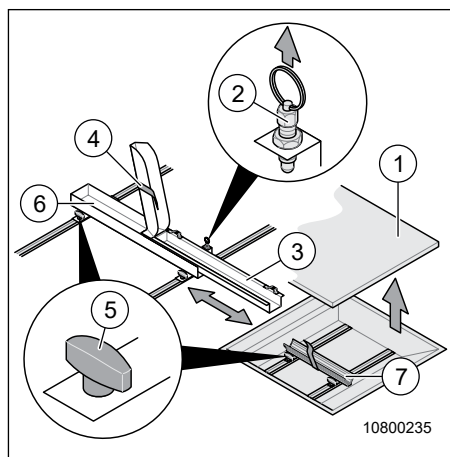

Fig. 3 Préparer le support pour vélo électrique
6. Retirer la tablette intermédiaire (Fig. 3, pos 1) et la ranger de façon sûre.
7. Vérifier si le support du dispositif coulissant (Fig. 3, Pos. 6) est aligné avec le rail de support (Fig. 3, Pos. 7).
Si nécessaire, ouvrir les poignées tournantes (Fig. 3, Pos. 5) du système coulissant et déplacer les rails de support.
8. Tirer le levier de verrouillage (Fig. 3, Pos. 2) du support du dispositif coulissant vers le haut et le maintenir dans cette position.
9. Tirer le dispositif coulissant (Fig. 3, Pos. 3) complètement en dehors.
10. Ouvrir toutes les sangles de fixation (Fig. 3 pos 4).
11. Glisser le vélo d'abord avec la roue arrière dans le support du dispositif coulissant (Fig. 3, pos 6).
12. Fixer la roue arrière avec l'attache de sécurité (Fig. 3, Pos. 4).
13. Tirer le levier de verrouillage (Fig. 3, Pos. 2) au support du dispositif coulissant (Fig. 3, Pos. 6) vers le haut et le maintenir dans cette position.